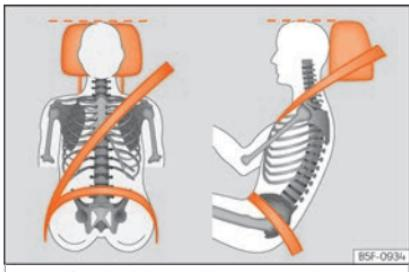

Fig. 4 Banda del cinturón y apoyacabezas ajustados correctamente.
- Ajuste el apoyacabezas de modo que el borde superior quede, en la medida de lo posible, a la altura de la parte superior de la cabeza, en ningún caso por debajo de los ojos. Mantenga la nuca lo más cerca posible del apoyacabezas »» **fig. 4**.